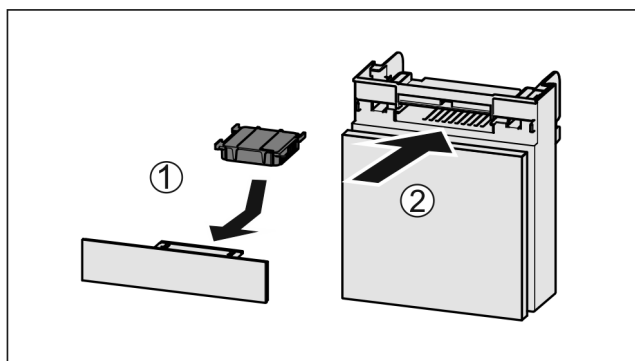

Fig. 88
- ▶ Wkładać Fig. 88 (1) filtr z węglem aktywnym zgodnie z ilustracją.
- ▷ Filtr z węglem aktywowanym zatrzaskuje się. Gdy filtr z węglem aktywowanym jest skierowany w dół: ▶ Wsunąć komorę Fig. 88 (2).